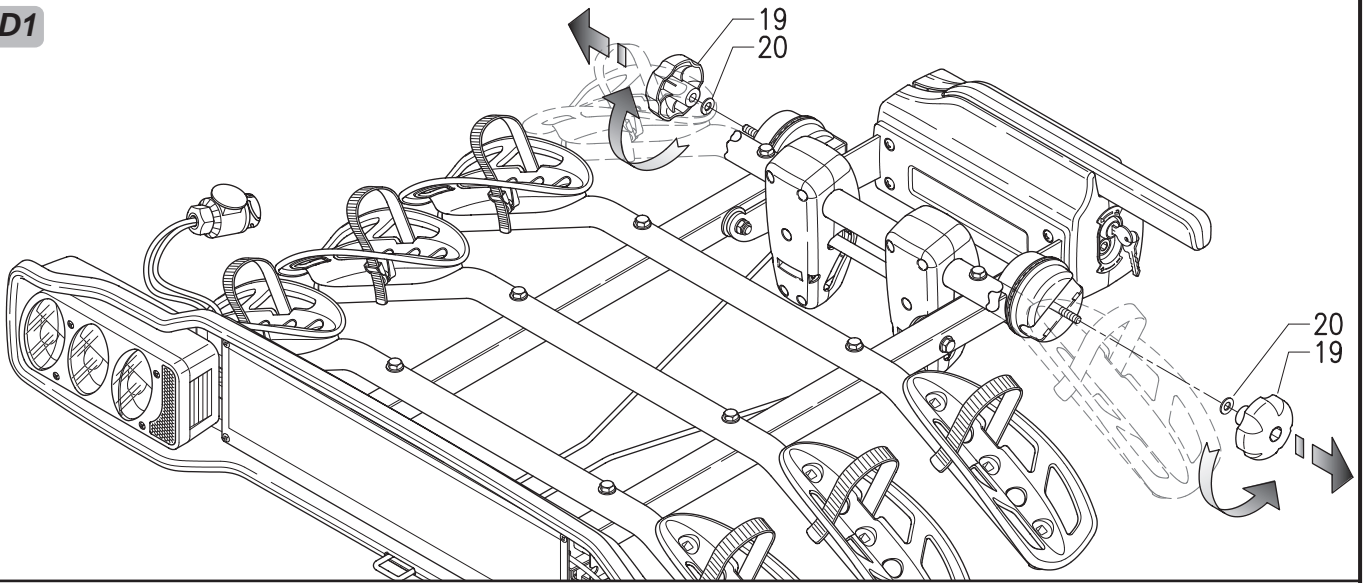

Fig. D2
- 2) Die Stopfen 3 in die Tragbügel 4 (Abb. A) und den Befestigungsbügel 5 einfügen (Abb. D2).
- Den Befestigungsbügel 5 in den Sitz der Einstellräder 21 einsetzen und ihn dann mit den Unterlegscheiben 20 und den Kugelgriffen 19 fixieren (Abb. D2).